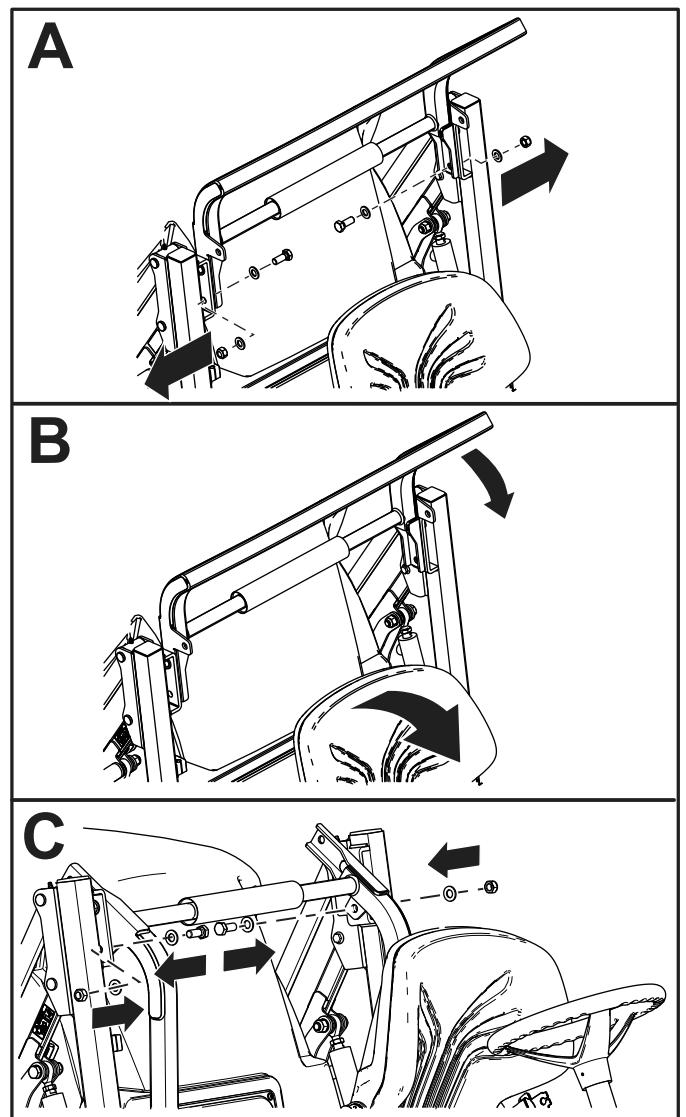

図 18
- ボルト、ナット、ワッシャを外す図 18。
- ROPS を倒して、ボルト、ナット、ワッシャで固定する図 18。
注 ROPSを立てる時は 図 18 を逆の順序で行う。
- ROPS からボルトとワッシャを外す図 18。
- ROPS を立てて、ボルト、ナット、ワッシャで固定する図 18。